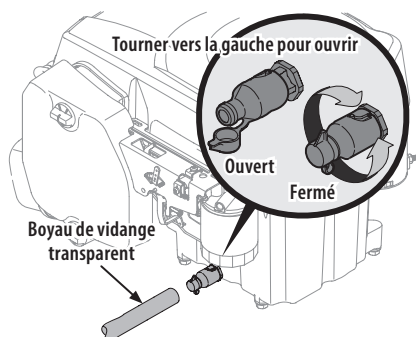

Figure 35
4. Retirez le capuchon protecteur de la soupape de vidange (Figure 35 à la page 102).